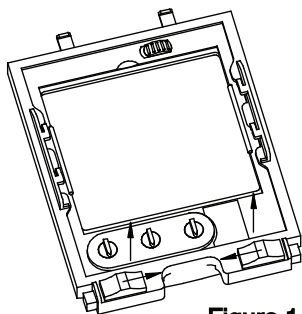
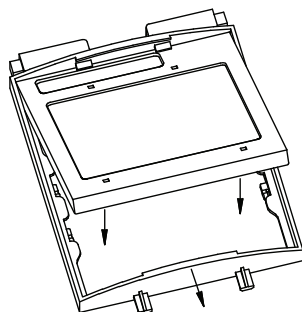

Figura 1
Figura 2
**Reemplazo de la lente de la cubierta clara frontal:** Reemplace la lente de la cubierta frontal si está dañada. Retire el ensamblaje del sujetador ADF de acuerdo con las Figura 1 que se muestran a continuación. Retire la lente de la cubierta frontal del ensamblaje de la careta. Retire cuidadosamente el empaque de la lente de la cubierta. Instale un nuevo lente de cubierta en el empaque y ensamble la careta nuevamente. Asegúrese de ensamblar la lente de la cubierta y el empaque en la careta de la misma forma que fue retirado.
**Cambie el Cartucho de Sombra:** Retire el ensamblaje de sujetador ADF del recubrimiento de la careta. Vea la figura 1 para saber cómo retirarlo. Flexione un extremo del sujetador ADF para permitir que el cartucho ADF salga del marco. Instale un cartucho ADF en el marco como se muestra en la figura 2 más adelante. Asegúrese de que el cartucho ADF se inserte en el sujetador ADF de la manera correcta según se muestra. Instale el sujetador ADF en la cubierta de la careta.